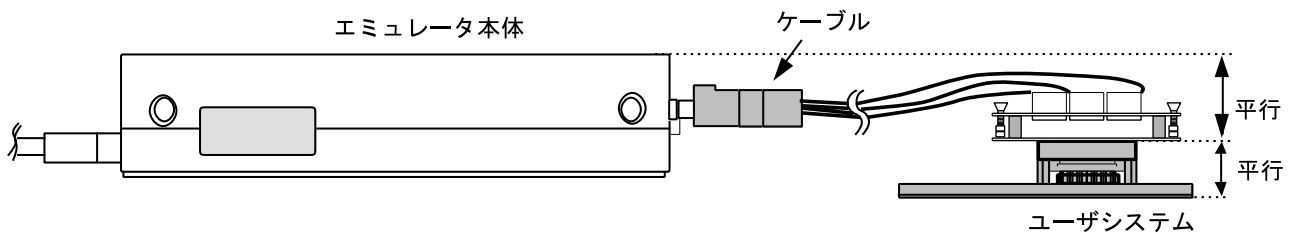

図10 設置例
- (1) ユーザシステムへの接続時には1ピン位置に十分注意して、誤接続は絶対にしないでください。
- (2) 本ユーザシステムインタフェースケーブルを使用する場合の推奨マウントパッド寸法は、MCU 実装用マウントパッド寸法とは異なりますので注意してください。
- (3) 本ユーザシステムインタフェースケーブルは、HS3008EPI60H エミュレータ専用ですので、他のエミュレータ本体には使用しないでください。
- (4) ケーブル本体部が断線する可能性がありますので、本ユーザシステムインタフェースケーブルの上に重いものや金属等の角の尖ったものを置かないでください。
- (5) ユーザシステムに接続した状態では、ユーザシステムインタフェースケーブル、特にケーブル先端部に無理な力が加わらないように注意する必要があります。図10の設置例を参照してご使用ください。